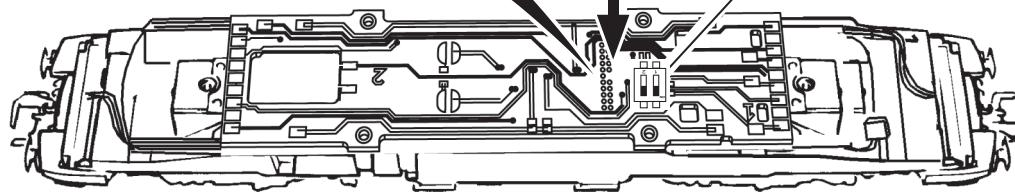

Fig. 8
**2. Schmierung:** Versehen Sie die im Schmierplan in Fig. 8 gekennzeichneten Stellen mit nur **kleinen Öltropfen**. Dazu zuerst das Lokgehäuse abnehmen (Fig. 3). Wir empfehlen den ROCO **Öler Art.-Nr. 10906**. Fürs Schmieren der Getriebeteile (Zahnräder, Schnecke) empfehlen wir das **ROCO-Spezialfett Art.-Nr. 10905**. Im Falle der Schmierung diese Teile **nicht ölen**.
**2. Lubrication:** Apply **tiny oil drops** to spots marked in fig. 8. Prior to lubrication dismantle locomotive (fig. 3). We recommend using item no. **10906, Roco oiler**. For lubrication the gearparts (e.g. cogwheels, worm) we would recommend our Roco **special grease** (item no. **10905**).
**2. Graissage:** N'appliquez **qu'une tout petite goutte** aux endroits indiqués par le plan de graissage (fig. 8) après avoir démonté la caisse de la locomotive (fig. 3). Nous vous recommandons le **graisseur à huile Roco réf. 10906**. Pour graisser les engrenages (roues dentées, vis sans fin) nous vous conseillons la **graisse spéciale Roco réf. 10905** pour engrenages en matières synthétiques. Lorsque vous utilisez cette graisse il faut éviter d'huiler ces composants.